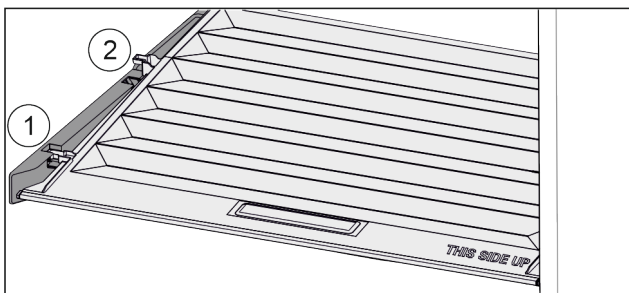

Fig. 94
- ▶ Trekk dekselet til åpningen i holdedelene fremover *Fig. 94 (1)*.
- ▶ Løft ut nede bak og ta opp og ut *Fig. 94 (2)*.